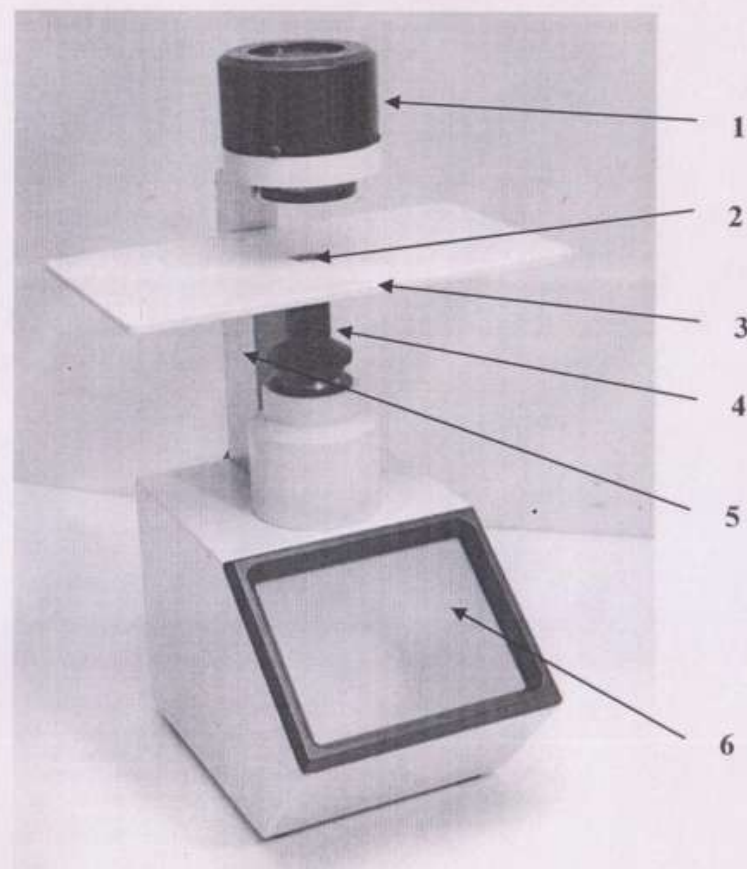

Рис. 1
- Снять предметный стол, для чего отвинтить три винта М6, расположенных на задней стороне стойки-рога (Рис.1).